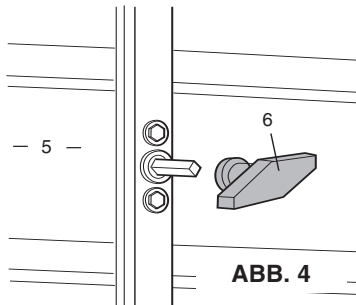

ABB. 4
- Torgriff innen abmontieren, Zylinder jedoch im Tor Belassen (Abb. 4).